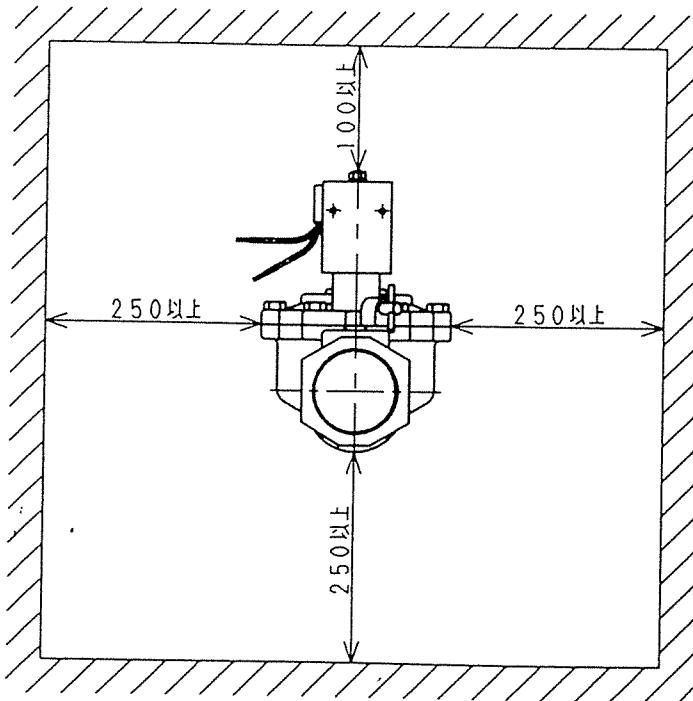

図2
- (1) 保守およびトラブルシュート時の安全作業を考慮して充分なスペースを確保してください。(図2参照)